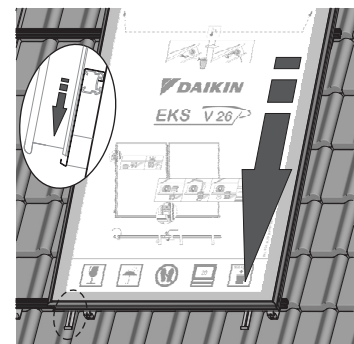

Bild 3-17 Flachkollektor ablegen und ausrichten
3. Flachkollektor entsprechend Bild 3-17 über die Montageprofilschienen heben, ablegen und vorsichtig in die Sicherungshaken einhängen.